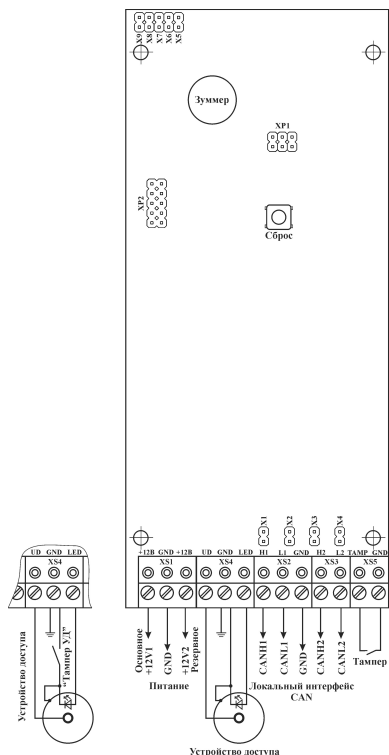

Рисунок 2 - Внешний вид платы управления МИ-128У и схема подключений
На плате управления МИ-128У (Рисунок 2) расположены клеммные колодки для подключения УД со светодиодом (XS4), шины CAN (XS2, XS3), тампера (XS5) и питания (XS1).
ВНИМАНИЕ! При подключении УД с тамперным контактом тампер и светодиод необходимо включить последовательно (Рисунок 2). Модуль будет выдавать тревожное сообщение как при обрыве или коротком замыкании светодиода, так и при размыкании (замыкании) контактов тампера.
Назначения выводов УД приведены в Таблице 10, схема подключения УД – Рисунок 2.
Примечание – В исходном состоянии к модулю вместо УД подключен светодиод. Схема его подключения соответствует схеме подключения светодиода УД (см. Рисунок 2).
Все входные и выходные цепи подключаются к модулю в соответствии со схемой подключения (Рисунок 2) с помощью клеммных колодок, расположенных на плате управления МИ-128У.
- Подключите провода питания модуля к соответствующим клеммам (Рисунок 2).
- Подключите провода линии связи по интерфейсу CAN к соответствующим клеммам (Рисунок 2).
- Подключите провода от устройства доступа к соответствующим контактам на плате управления МИ-128У (Рисунок 2).
- Установите перемычки подключения оконечных резисторов – терминаторов интерфейса CAN (основного и/или резервного), установки адреса модуля по интерфейсу CAN (Рисунок 2 и Таблицы 7 и 8), установки режима отображения (шлейфов, зон) и диапазона номеров шлейфов (зон), отображаемых на передней панели.